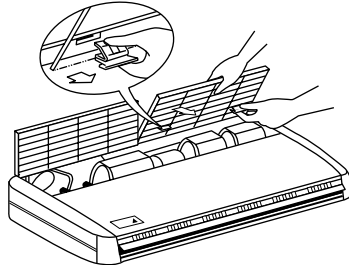

Fig. 4
- Deixe a grelha de sucção aberta. Segurando o botão na traseira da grelha de sucção, puxe para a frente para a retirar. (Consulte a Fig. 4)